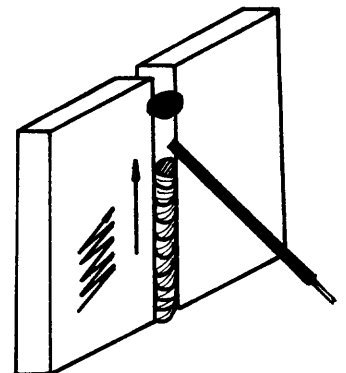

Fig. 3
- b Avance, haciendo oscilar el electrodo con movimiento zig-zag (fig. 3).